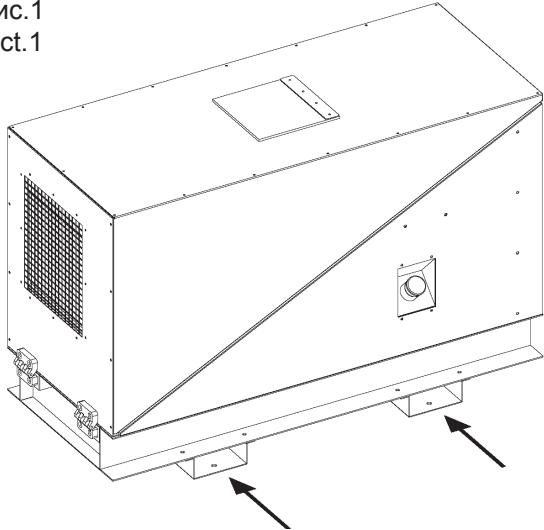

Рис.2
- особую цепь, которую надо связать с центральным крюком поднятия (Рис.2)